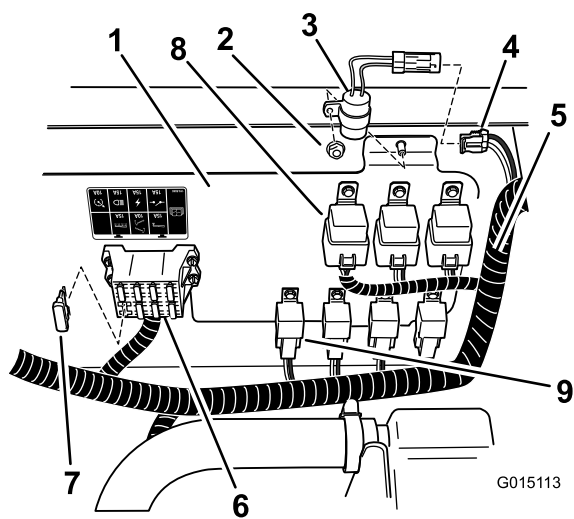
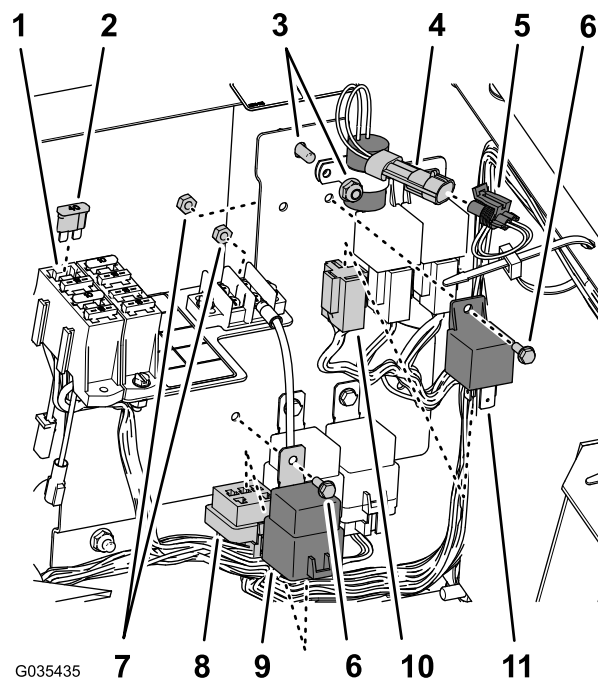
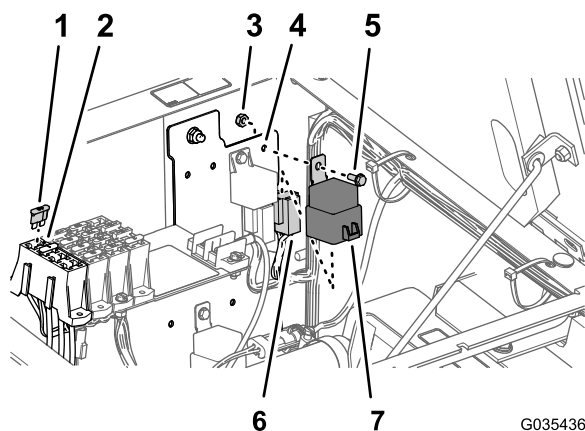

Figura 26
Figura 27
Figura 28
- A. Instale o temporizador no local indicado em Figura 26 ou Figura 27 com a porca de bloqueio do painel elétrico.
- B. Ligue o temporizador ao conector de 2 tomadas etiquetado temporizador da cablagem da máquina (Figura 26 ou Figura 27).
3. Instale um fusível (40 A) na ranhura aberta no bloco de fusíveis como se mostra na Figura 26, Figura 27 ou Figura 28.
4. Localize o relé e o relé de potência alinhado com os outros relés do mesmo estilo e monte-os no painel (Figura 26, Figura 27 ou Figura 28) com os 2 parafusos de cabeça flangeada (n.º 10-24 x 1/2 pol.) e 2 porcas de bloqueio (n.º 10-24).
5. Localize o conector de 4 tomadas e o conector de 5 tomadas na cablagem principal e ligue-os ao relé (4 pinos) e ao relé de potência (5 pinos), como se mostra na Figura 26, Figura 27 ou Figura 28.